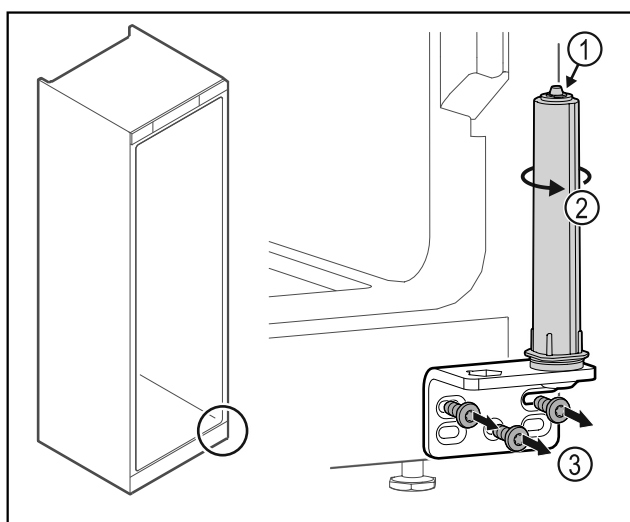

Fig. 27
- No desensamblar el sistema de cierre de la puerta Fig. 27 (1).
- Girar el sistema de cierre Fig. 27 (2) hasta que haga clic.
- Desatornillar la escuadra de bisagra Fig. 27 (3).